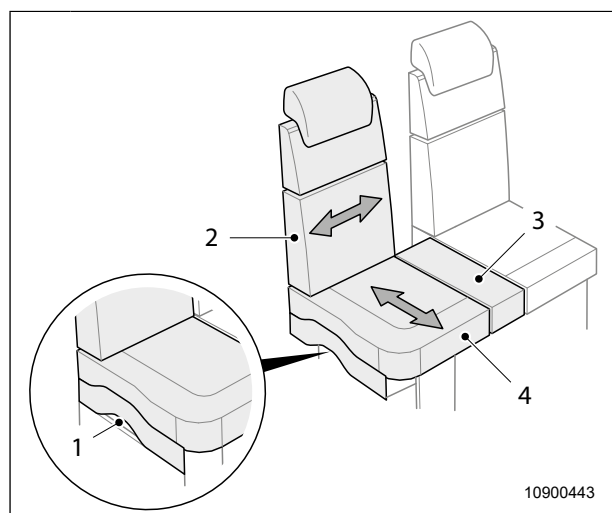

Fig. 21 Sedile a panchina
1. Inserire la mano nell'apertura (Fig. 21, pos. 1) e tirare la maniglia verso l'alto.
2. Spingere il sedile (Fig. 21, pos. 2) in direzione della zona di accesso del veicolo.
3. Fissare l'imbottitura di compensazione (Fig. 21, pos. 3) tra i sedili.
1. Ridurre l'imbottitura di compensazione (Fig. 21, pos. 3).
2. Inserire la mano nell'apertura (Fig. 21, pos. 1) e tirare la maniglia verso l'alto.
3. Spingere indietro il sedile (Fig. 21, pos. 2).
1. Sollevare l'imbottitura della seduta (Fig. 21, pos. 4).